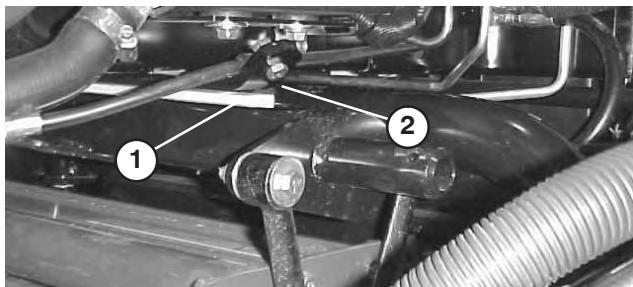
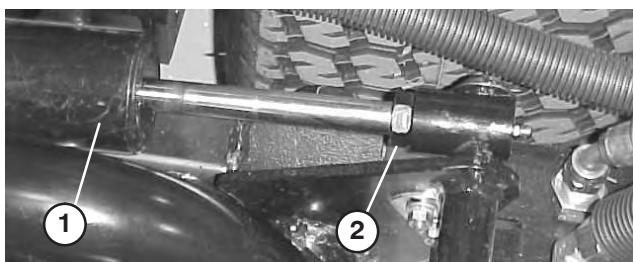

Figure 23
Figure 24
3. Mettez le moteur en marche, elevez les bras de relevage et vérifiez que l'écartement entre le segment d'usure en haut de la barre d'usure du plateau de coupe et la bride de butée est compris entre 0,508 et 2,54 mm (Fig. 23). Si ce n'est pas le cas, réglez le vérin arrière de manière à obtenir l'écartement voulu. Pour régler le vérin, abaissez les plateaux de coupe et reculez l'écrou de blocage sur le vérin (Fig. 24). En vous aidant d'une pince et d'un chiffon, tenez la tige du vérin près de l'écrou et tournez la tige. Relevez les plateaux de coupe et vérifiez l'écartement. Répétez la procédure au besoin. Serrez l'écrou de blocage de la chape.